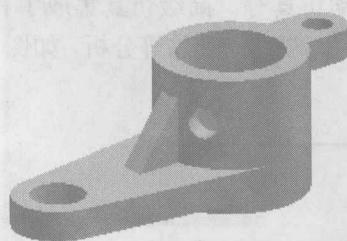

图 1-1 实体模型
(1) 实体建模：基于特征的参数化建模，方便、快捷地创建基本的实体模型和常用的产品特征孔、凸台、倒圆、倒角等。应用参数驱动创建的模型便于修改，可实现按需可变，如图 1-1 所示。